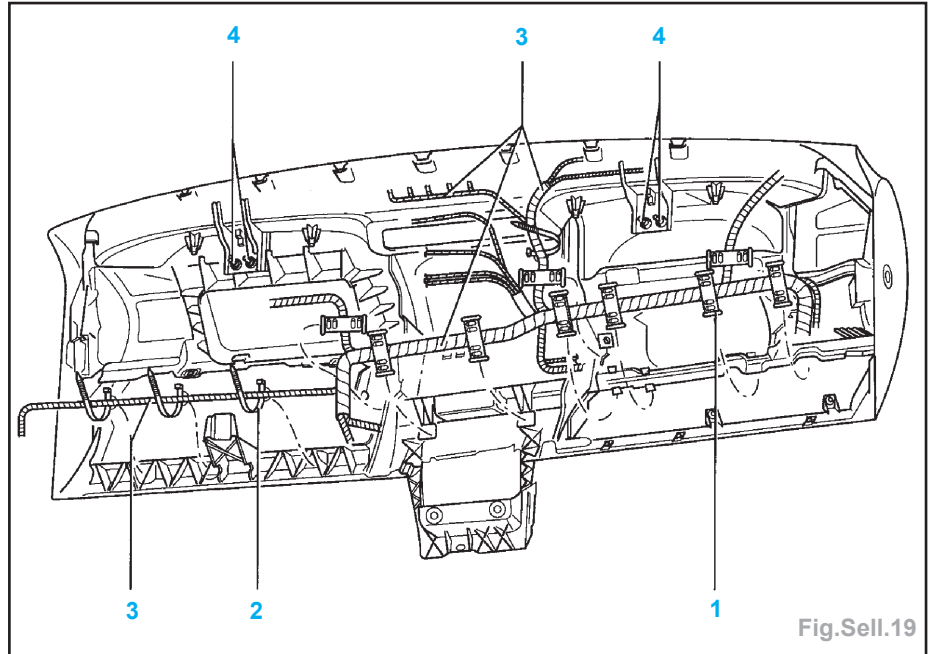

Fig.Sell.19
**Nota :** l'image suivante montre l'arrière du tableau de bord (Fig.Sell.19).